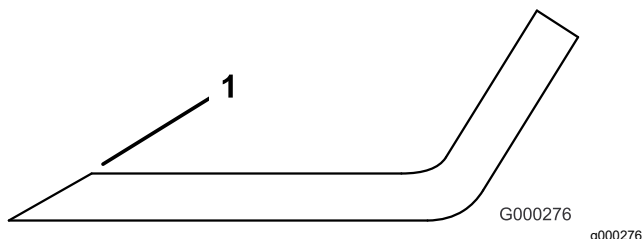

Figura 89
3. Inspeccione los filos de corte de todas las cuchillas, y afílelos si están romos o tienen mellas (Figura 89).
Nota: Afile únicamente la parte superior del filo y mantenga el ángulo de corte original para asegurar un filo correcto (Figura 89). La cuchilla permanece equilibrada si se retira la misma cantidad de metal de ambos filos de corte.